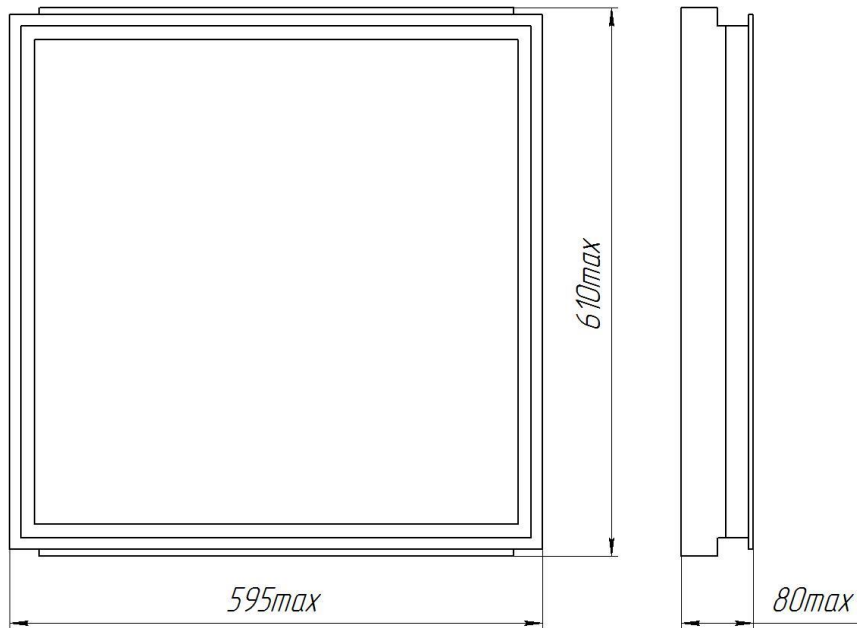

Рис.1
1.2.18 Общий вид и габаритные размеры светильника Армстронг-18-П1-БА приведены на Рис.1.
1.4.1 Светильник состоит (см. Рис.1) из корпуса, изготовленного из металла, который является несущим элементом светильника, защитного призматического стекла, светодиодных полупроводниковых модулей, источника питания, блока аварийного питания, аккумуляторной батареи и контактного устройства